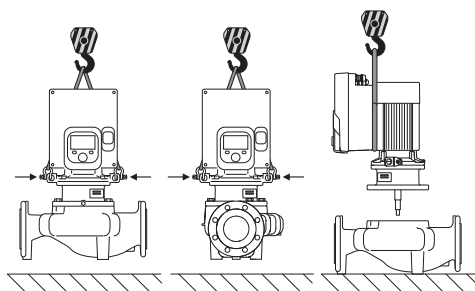

Fig. 6: Direção de elevação com veio do motor na vertical
O transporte da bomba tem de ser efetuado com meios de suporte de carga autorizados (p. ex., bloco de polias, grua, etc.). Os meios de suporte de carga devem ser fixados aos olhais de elevação fornecidos no flange do motor. (Fig. 6, aqui representada: direção de elevação com veio do motor na vertical).
1. Deixar dois olhais de transporte (Fig. I, pos. 30) no flange do motor.
2. Para proteção, fixar o conjunto de encaixe (Fig. 4) nos olhais de transporte com meios de elevação adequados. Para evitar que a unidade se incline, colocar um laço de cinto à volta do motor e adaptador do módulo eletrónico, como mostra a Fig. 6. Durante a fixação, evitar danos no módulo eletrónico.
3. Desapertar e retirar os parafusos (Fig. II, pos. 29).